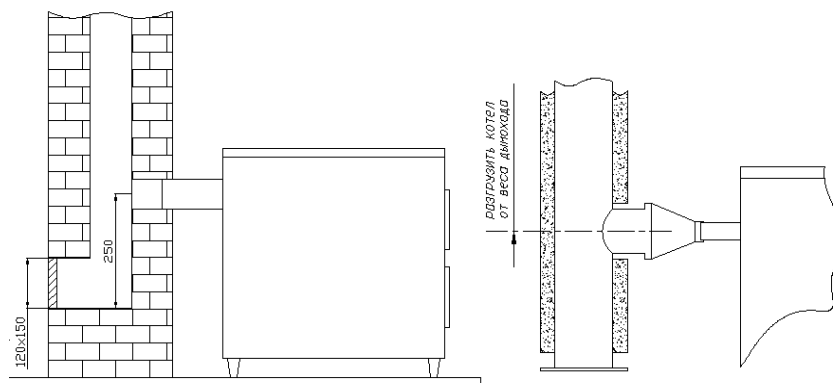

Рис. 5 Схема соединения котла с кирпичной и стальной дымовой трубой
8.8. Схема установки котла представлена на рис. 5,6.